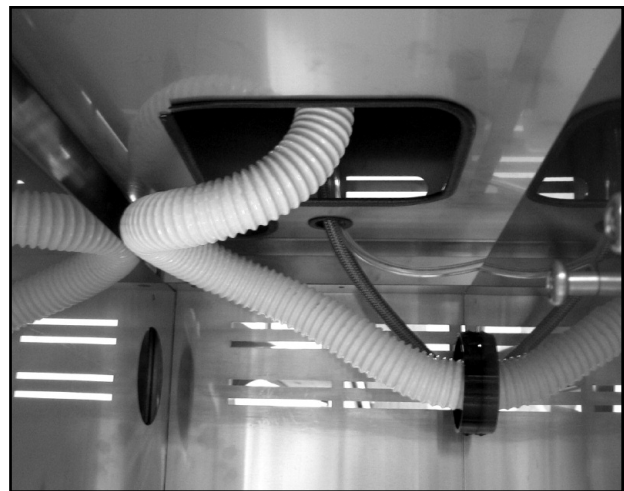
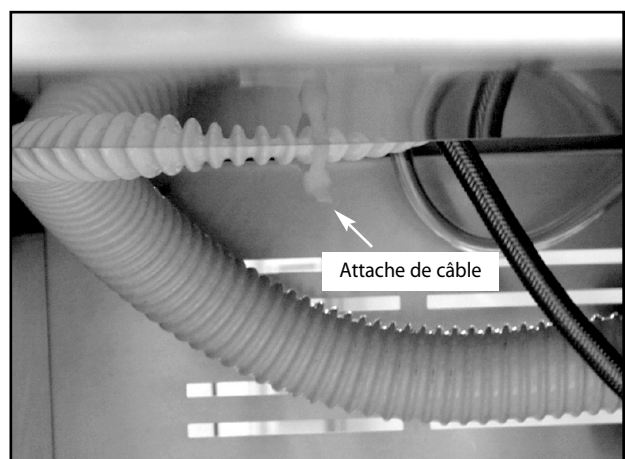

Fig. 56
Fig. 57
14. Faire remonter le tuyau de drain d'évier et sur le bord du panneau latéral (Fig. 56). Ceci pour empêcher toute interférence entre ce tuyau et le panier supérieur. Ceci crée également un drainage approprié de l'évier vers le réservoir d'eau. Et/ou utiliser l'attache de câble fournie pour soutenir le tuyau (Fig. 57).